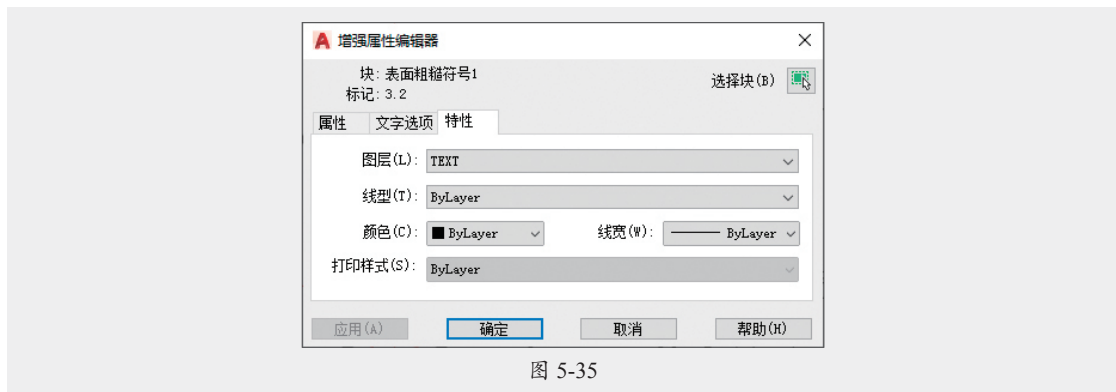

图 5-35
- **特性**：可以设置图层、线型、颜色、线宽和打印样式等选项，如图5-35所示。